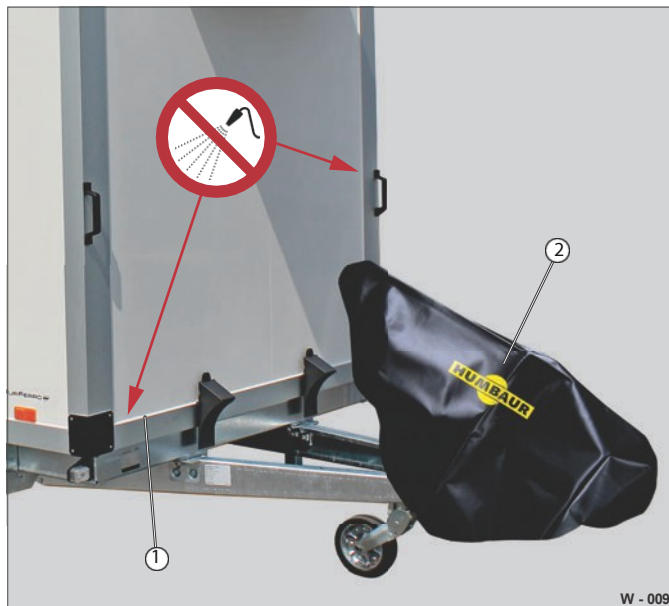

Fig. 18 Rengøring af PurFerro-sandwichpaneler
- Dæk påløbsanordningens sikkerhedskomponenter til, f.eks. med et dæksel (Fig. 18/2).